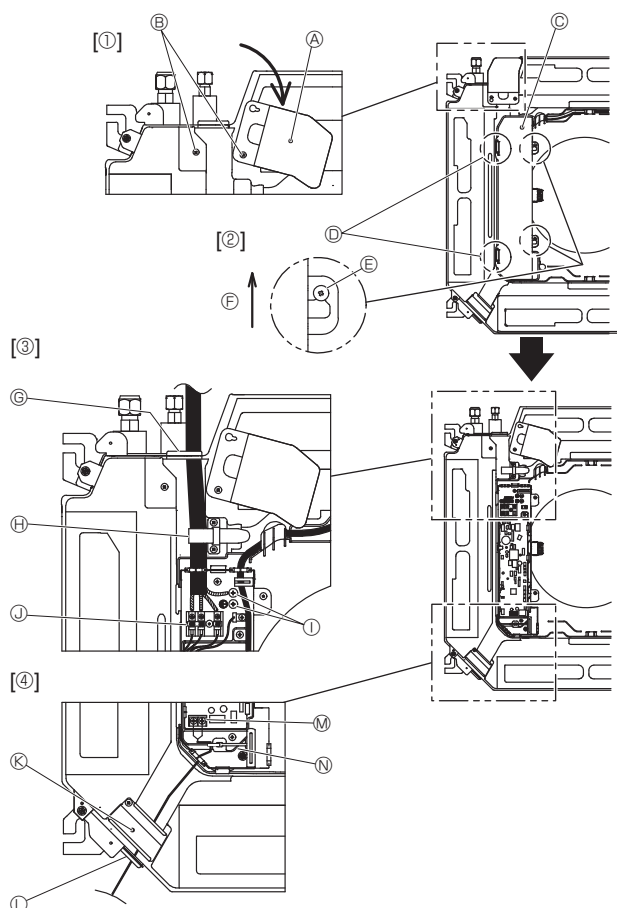
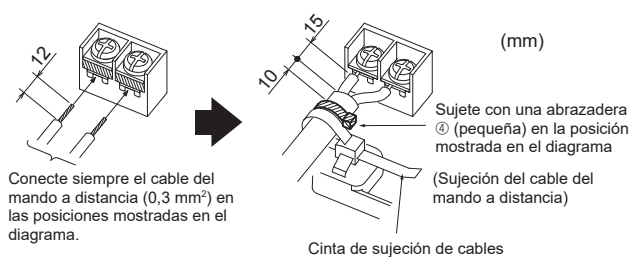

Fig. 6-1
Fig. 6-3
6.1. Unidad interior (Fig. 6-1)
1. Afloje los dos tornillos que fijan el panel de servicio del cableado, y luego gire dicho panel. [Fig. 6-1 ①]
2. Afloje los dos tornillos que fijan la cubierta de la caja eléctrica y luego deslice dicha cubierta. [Fig. 6-1 ②]
3. Pase el cable de alimentación, el cable de conexión de la unidad interior/exterior y el cable a tierra a través de las entradas de cableado indicadas en el diagrama. [Fig. 6-1 ③]
Si no puede utilizar terminales engarzados redondos, consulte de la Fig. 6-3 a la 6-6. Consulte los detalles de la conexión en los apartados 6.1.1. y 6.1.2.
4. Pase y conecte el cable del mando a distancia por las entradas de cableado indicadas en el diagrama. [Fig. 6-1 ④, Fig. 6-3]